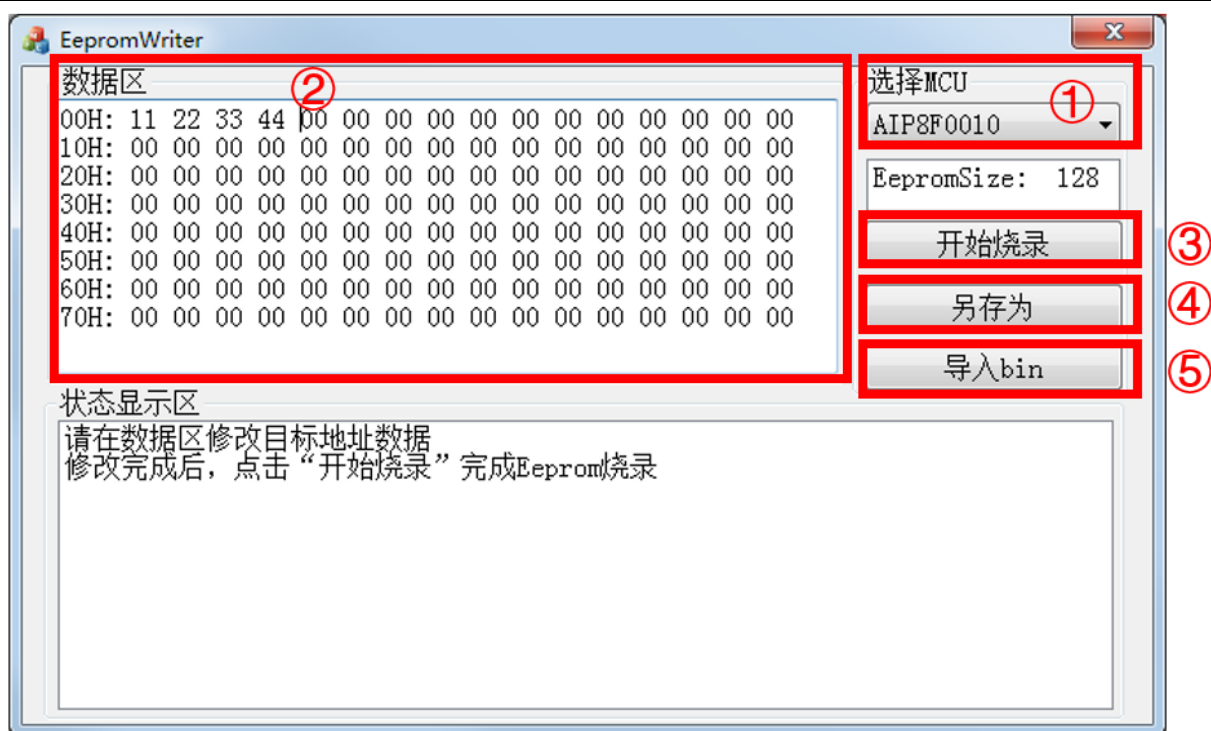

图 3-9 Eeprom 烧录配置
2> 图 3-9 所示为 EepromWriter 界面，Eeprom 烧录流程如下：
- a) 点击“选择 MCU”下拉列表，选择目标 MCU 信号（图 3-9①）。
- b) 若用户需自定义数据，可将光标防止到要修改的地址，直接输入十六进制数据即可（图 3-9②）。
- c) 若已有 bin 文件，可点击“导入 bin”（图 3-9⑤），导入外部数据。
- d) 数据编辑或导入完成后，点击“开始烧录”即可（图 3-9③）。
- e) 点击“另存为”可将当前编辑框内数据到处为 bin 文件（图 3-9④），下次烧录时可直接导入。